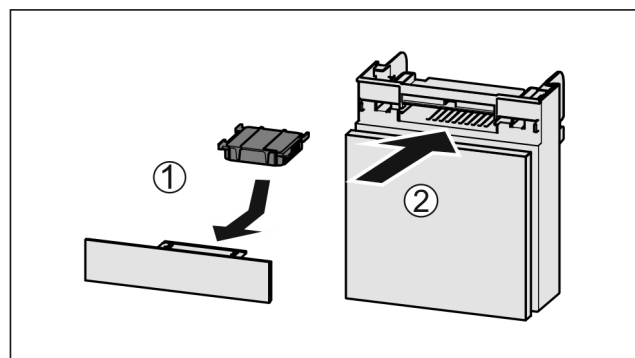

Fig. 141
- ▶ Introduceți Fig. 141 (1) filtrul de cărbune activ după cum se vede în figură.
- ▶ Împingeți Fig. 141 (2) compartimentul în interior.